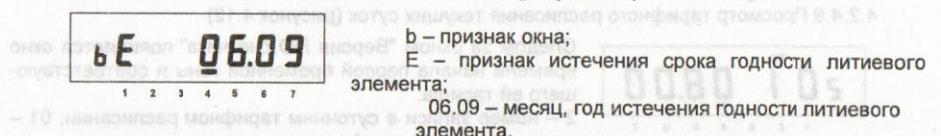

Рисунок 4.9
4.2.4.6 Окно "Дата смены литиевого элемента" (рисунок 4.9)